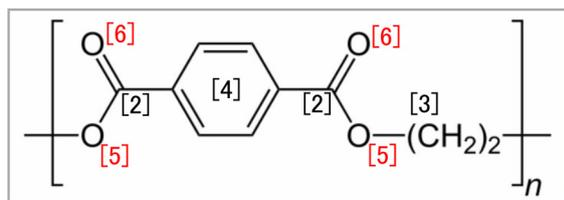

図 1.11 PET の分子構造 (Wikipedia より)
ポリエチレンテレフタレート (PET) は、ペットボトルなどの材料として広く用いられている。分子の構造は図 1.11 に示されるとおりである。
「[2] 酸素と二重結合したカルボニル基の炭素」、「[3] メチレン基の炭素」、「[4] ベンゼン環の炭素」、「[5] 二つの炭素と結合した酸素」、「[6] 炭素と二重結合したカルボニル基の酸素」が、図 1.11 から、2 : 2 : 6 : 2 : 2 の比率で含まれていることがわかる。
図 1.17 下の「[1], [2], [3], [4]」にチェックが入り、かつ右上「[2] AC%」がチェックされていると、図 1.11 [p.7] および図 1.14 「[1], [2], [3], [4]」に対応する元素の組成が、図 1.17 のグラフ領域に「(1), (2), (3), (4)」の「+ マーク」で示される。ただし「[1]」は、 $\pi$ - $\pi^*$  遷移に由来するものであり、図 1.11 [p.7] に、対応する原子はない。
図 1.22 右上「(2)AC%」にチェックが入っていると、グラフ領域には「(2), (3), (4)」および「(5), (6)」の「+ マーク」が表示され、炭素と酸素の化学結合状態別の組成比が表示される。「(2), (3), (5), (6)」と「(4)」の比率が、ほぼ 1 : 3 で、図 1.11 [p.7] の分子モデル通りであることが分かる。
ここで、図 1.22 右上「[1] %」をクリックすると、図 1.23 が表示される。図 1.23 下の「[2], [3], [4]」、「[5], [6]」は、図 1.11 [p.7]、図 1.14 [p.8]、および図 1.19 [p.9] の「[2], [3], [4]」の炭素、「[5], [6]」の酸素、のモル分率 (%) を表示している。